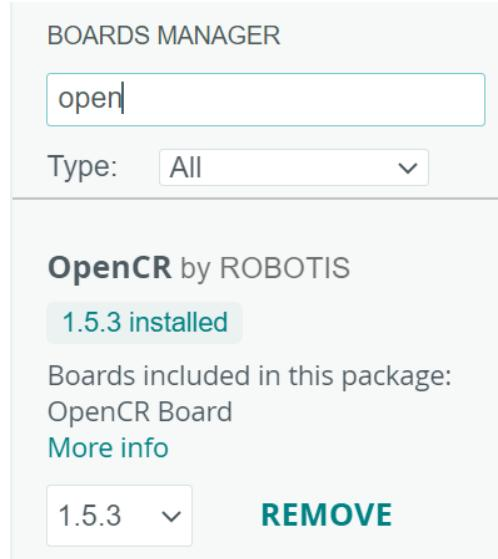

Figura 3. Instalación de la tarjeta Open CR.
4. Abra el gestor de tarjetas, busque Open CR y descarguela (figura 3).